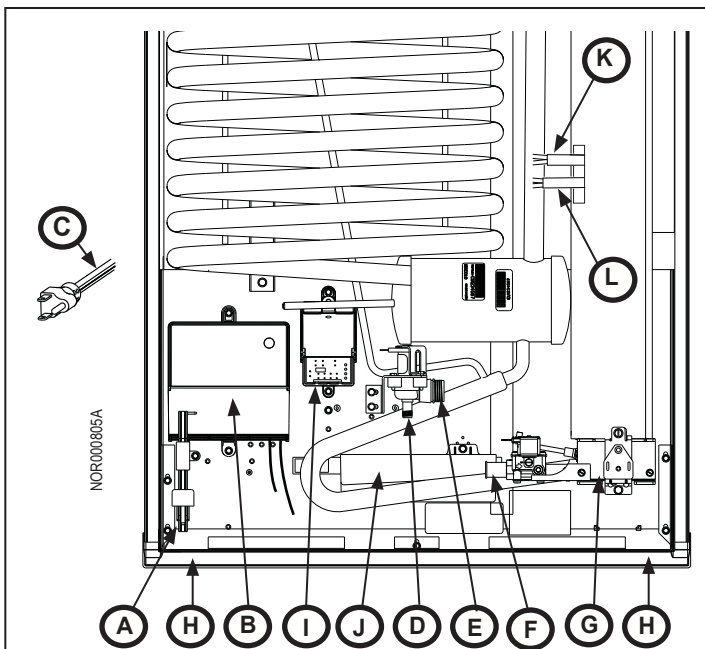

Fig. 1 - Vue du réfrigérateur par la prise d'air
| Fig. 1 - Vue du réfrigérateur par la prise d'air .....                            | 16 |
3. Débranchez le cordon électrique 120 V c.a. (Fig. 1, A) de la prise de courant du VR.
4. Si un appareil à glaçons est installé, débranchez son cordon électrique blanc 120 V c.a. (Fig. 1, C) de la prise du VR.
3. Débranchez la conduite d'alimentation d'eau (Fig. 1, E) du robinet du réfrigérateur (Fig. 1, D).
2. À l'aide de deux (2) clés, débranchez la conduite d'arrivée de propane (Fig. 1, F) de l'ensemble de conduites de gaz (Fig. 1, G).
1. Enlevez les vis (2x) (Fig. 1, H) de la lèvre de montage à l'arrière du réfrigérateur. Mettez-les de côté.